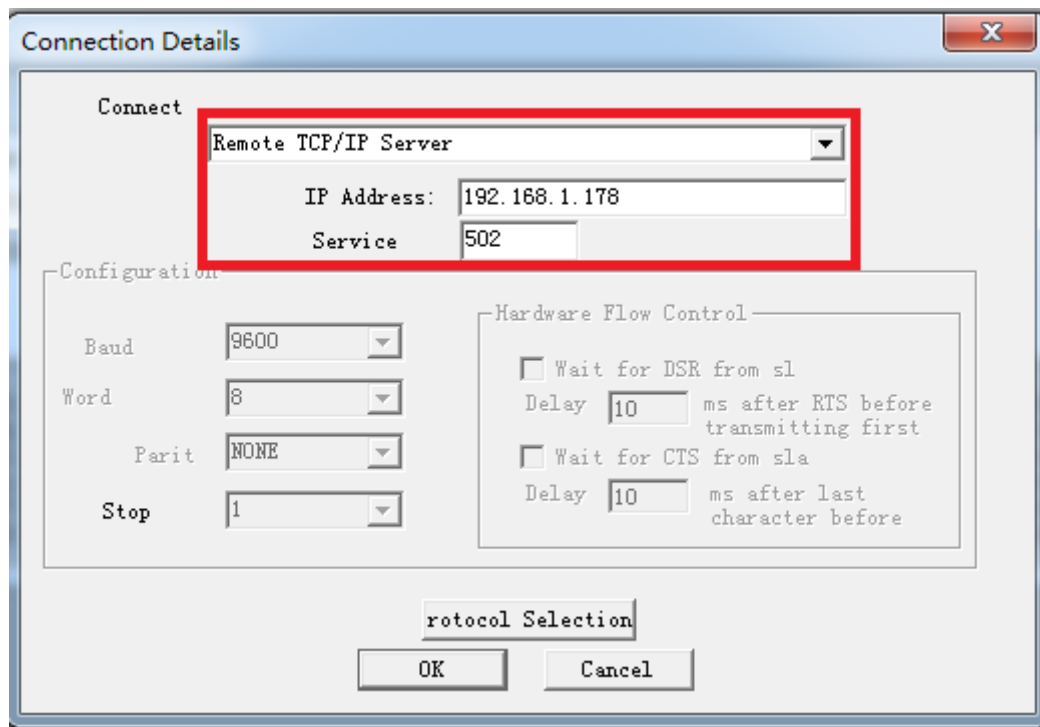

图 1
2. 选择菜单 Connection/Connect，选择 Remote TCP/IP Server，输入 QSK NET-FX 的 IP 地址，Service 端口为 502；点击[OK]按钮，如图 1 所示。